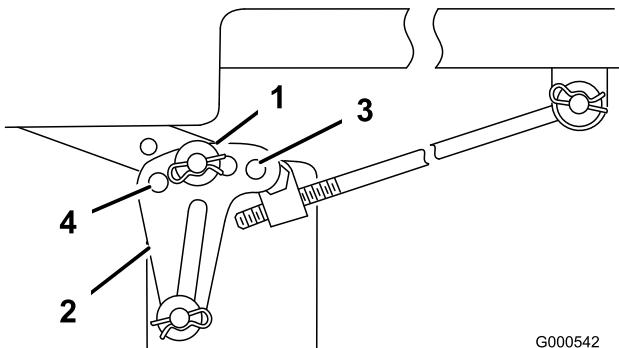

Figura 53
- Togliete la coppiglia a forcina e la rondella dalla staffa di livellamento (Figura 53).
- Per livellare la lama (o lame), riposizionate la staffa (o staffe) di livellamento in un foro diverso, e montate la rondella e la coppiglia a forcina (Figura 53). Il foro anteriore corrisponde ad un'altezza inferiore della lama, mentre il foro posteriore corrisponde ad un'altezza maggiore. Regolate entrambi i lati come opportuno.